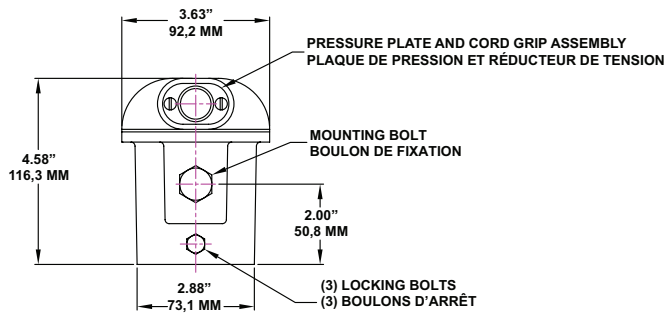

Figure 8: Poletop Slip-Fitter (P/N: G-SF20) | Embout de poteau (réf. : G-SF20)
1. Loosen the two screws on the pressure plate for cord/cable entrance. See Figure 8.
Desserrez les deux vis de la plaque de pression pour permettre l'entrée du cordon/câble. Voir la Figure 8.
Mount the luminaire with yoke to the poletop slip-fitter using the mounting bolt (supplied). Tighten the mounting bolt in place. See Figures 8 & 9.
Montez le luminaire avec l'étrier sur l'embout de poteau à l'aide du boulon de fixation (fourni). Serrez le boulon de fixation en place. Reportez-vous aux Figures 8 et 9.